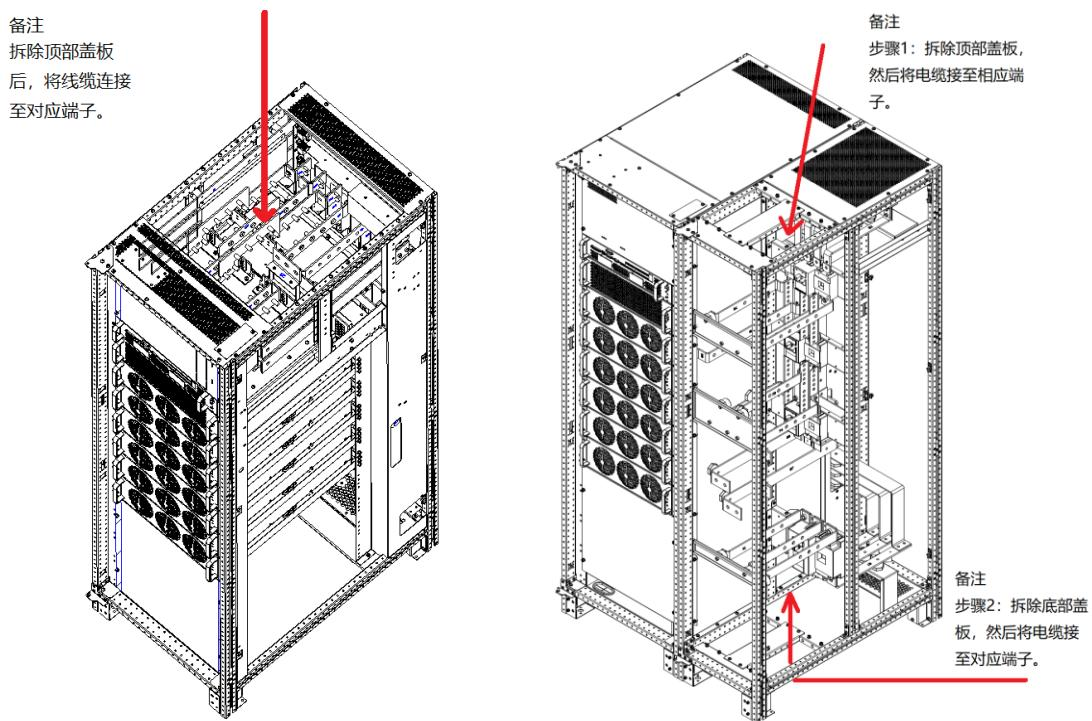

图 3-3 300kVA 功率电缆走线示意图
UPS 功率电缆的接线端子位置如图 3-2 所示。功率电缆进线以及走线方法如图 3-3 所示。
2. 柜内走线时，需按图 3-3 说明在机柜内对电缆进行扎线固定，以防止电缆受机械应力损伤。
四开关支持上进线或下进线；无开关仅支持上进线方式，见图 3-3。
参考图 3-2 ~ 图 3-3, 功率电缆接线前, 打开 UPS 机柜前门或上下盖板, 可见功率电缆接线端子 (见图 3-2)。然后将保护地连接到机柜的 PE 输入端子。